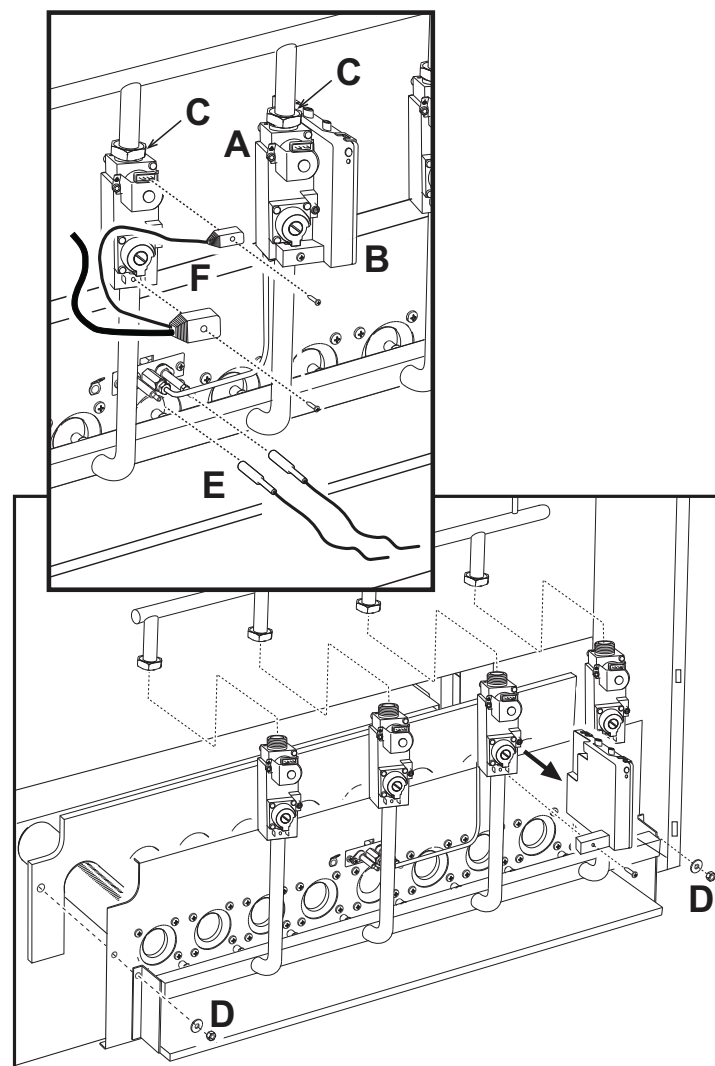

fig. 7 - Smontaggio e pulizia bruciatori
- Svitare le due viti che trattengono la centralina elettronica di controllo fiamma (part. **B** - fig. 7) alla valvola gas (part. **A** - fig. 7) e sfilarla da quest'ultima.
- Svitare i dadi che fissano il tubo adduzione gas a monte delle valvole gas (part. **C** - fig. 7).
- Svitare i due dadi che fissano la porta della camera di combustione agli elementi in ghisa della caldaia (part. **D** - fig. 7).